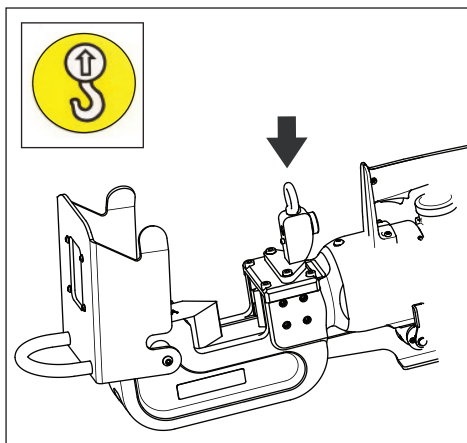

Figura 9, ponto de levantamento do cortador
- Se for necessário mover ou transportar o cortador, use o alhal de levantamento fornecido. Veja a Figura 9. Use equipamento de levantamento com capacidade de carga adequada.